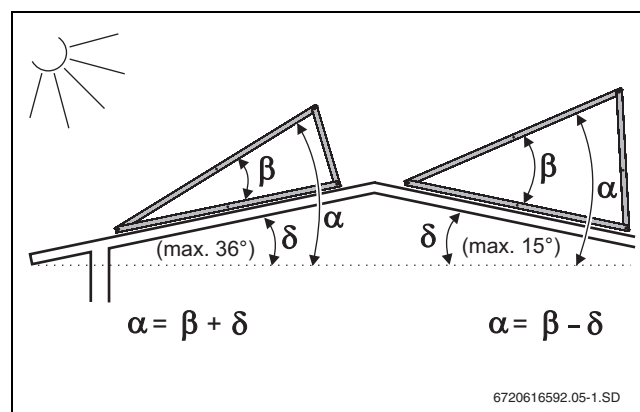

Рис. 8 Угол установки на наклонных крышах
- Устанавливайте комплект только на крышах с наклоном 0 - 36 ° (или 0 - 15 °, рис. 8).